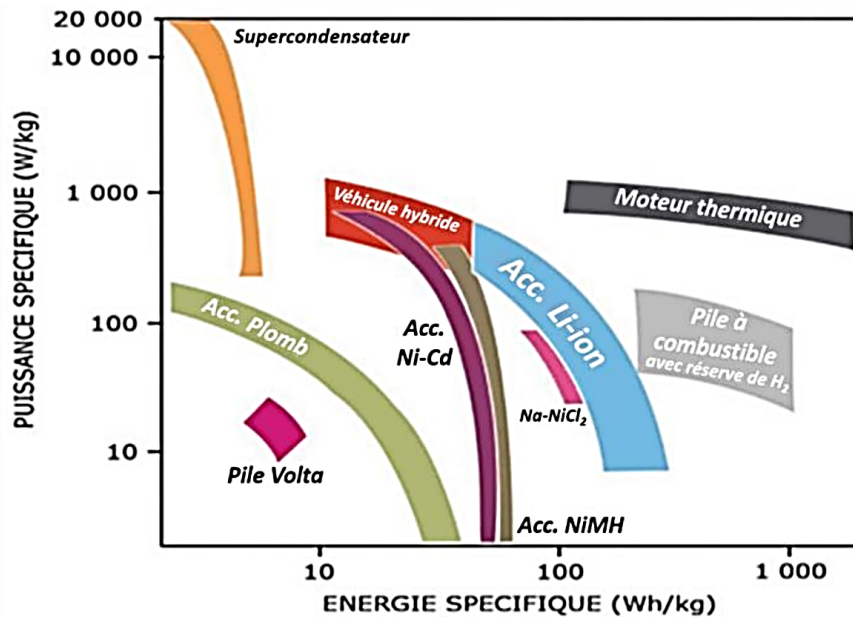

Figure 5 : Diagramme de Ragone pour différents dispositifs.
Le diagramme de Ragone, permettant de comparer les performances énergétiques de différents dispositifs, est présenté ci-après (figure 5).
- d)** Discuter des valeurs trouvées aux questions Q10.c) et Q11.c) au regard du diagramme de Ragone (figure 5).